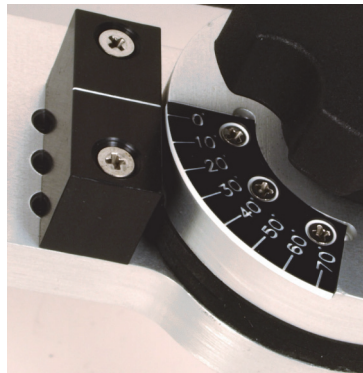

Abbildung 2-2 Winkelskala
2. Stellen Sie den gewünschten Winkel anhand der Skala ein (Abbildung 2-2 auf Seite 38).